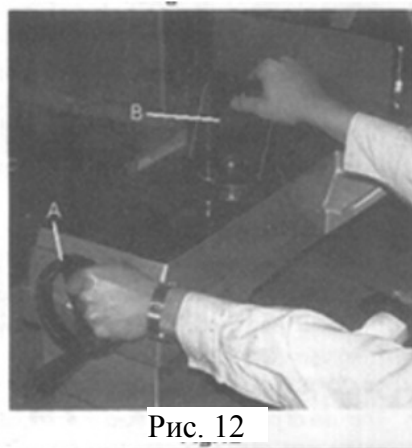

Рис. 12
Заготовка помещается между зажимами, при этом та часть, которую необходимо отрезать, должна выступать за полотно. Ваша машина оборудована губками тисков «быстрого действия», которые позволяют мгновенно расположить подвижные губки тисков (B) Рис.12. Просто поверните маховик (A) против часовой стрелки на 1/2 оборота и переместите губки тисков (B) в нужное положение. Затем затяните тиски (B) по отношению к заготовке, вращая маховик по часовой стрелке. Тиски можно регулировать так, чтобы можно было резать под любым углом, начиная от прямого угла 90 градусов до угла в 45 градусов, ослабив две подпружиненных ручки зажимов (одна из которых расположена на каждой губке тисков), позиционируя губки тисков под нужным углом и затягивая подпружиненные ручки. Правая губка тисков снабжена неподвижным ограничителем для быстрой установки губки под углом 90 или 45 градусов. Для проверки и регулировки неподвижного ограничителя выполните следующие действия: